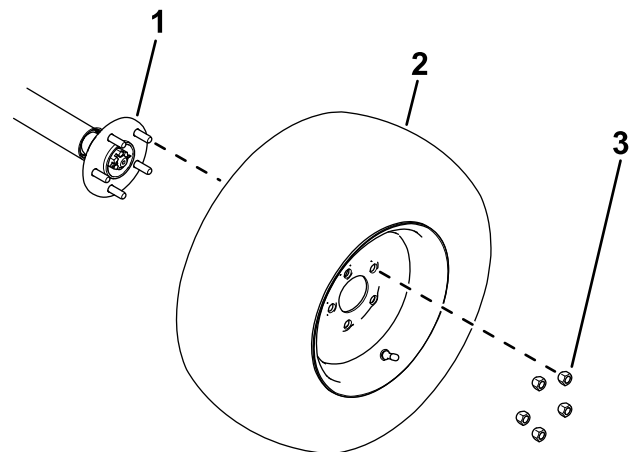

Bild 8
- Verwenden Sie die zuvor entfernten Radmuttern, um die Räder an der Radnabe zu befestigen (**Bild 8**).